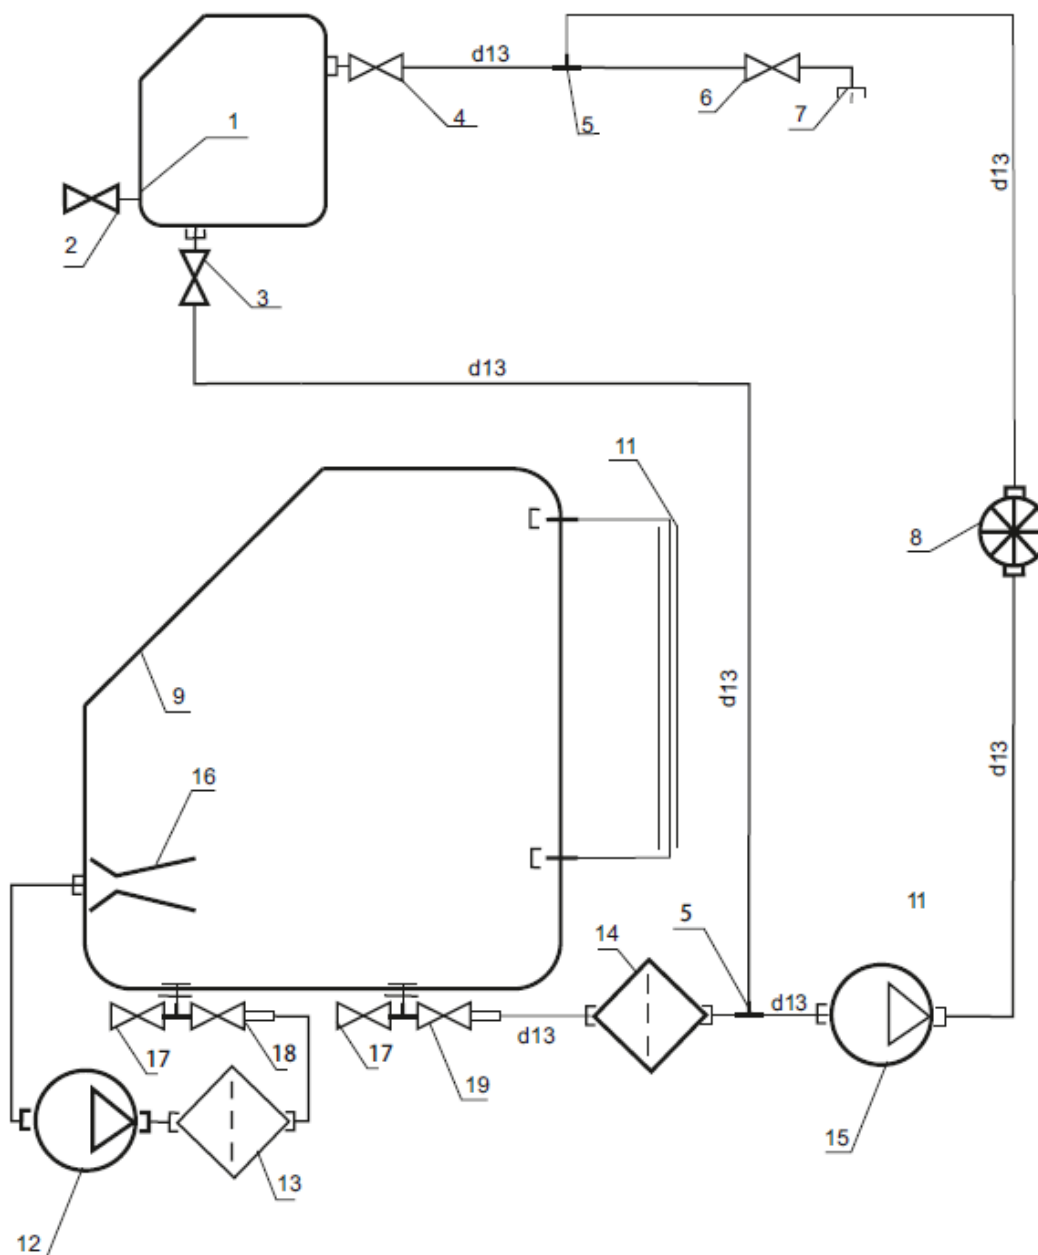

Рисунок 5.7Схема гидравлической системы:
Система гидравлики показана на рис.5.7
- установить тумблер «Насос» в положение "Включено" и нажать кнопку «АВТОМАТ» рис.5.7 - включается электродвигатель насоса. При этом ручки кранов (рис.5.7), должны быть в следующем положении:
Рис. 5.7а Кран модуля
Рис.5.7б Бак промывки